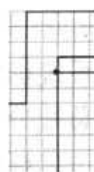

图 4-34 待命状态
- (1) 执行菜单命令 Place|Junction，或用鼠标左键单击电路绘图工具栏 Place Junction 按钮，或按下 Alt+P+J 键，即进入放置节点状态，状态栏指示系统当前状态。
- (2) 系统执行命令后，光标从箭头变成了十字光标并带上浮动节点。移动光标到需要放置节点的位置，单击鼠标左键放置一个节点。
- (3) 此时系统仍处于放置节点状态，可以继续放置其他节点，或者单击鼠标右键或按 Esc 键，退出放置节点状态回到待命状态，如图 4-34 所示。